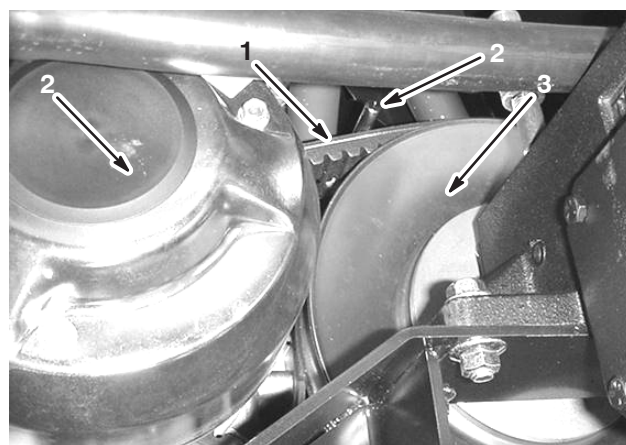

Figure 49
1. Desserrez les 2 guides de courroie près de l'embrayage secondaire (Fig. 49).
2. Faites tourner la courroie et faites-la passer sur l'embrayage secondaire (Fig. 49).
3. Déposez la courroie de l'embrayage primaire (Fig. 49).
4. Placez la courroie neuve sur l'embrayage primaire (Fig. 49).
5. Faites tourner la courroie et faites-la passer sur l'embrayage secondaire (Fig. 49).